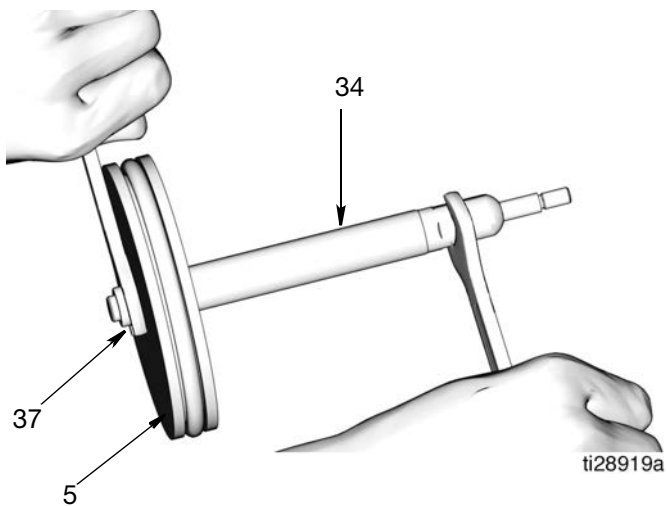

FIG. 23
- Separare l'asta del pistone (34) e il pistone (5) utilizzando due chiavi e agendo in direzioni opposte. Utilizzare una chiave sulle parti piatte dell'asta del pistone e la seconda chiave per allentare il dado (37) (FIG. 23).